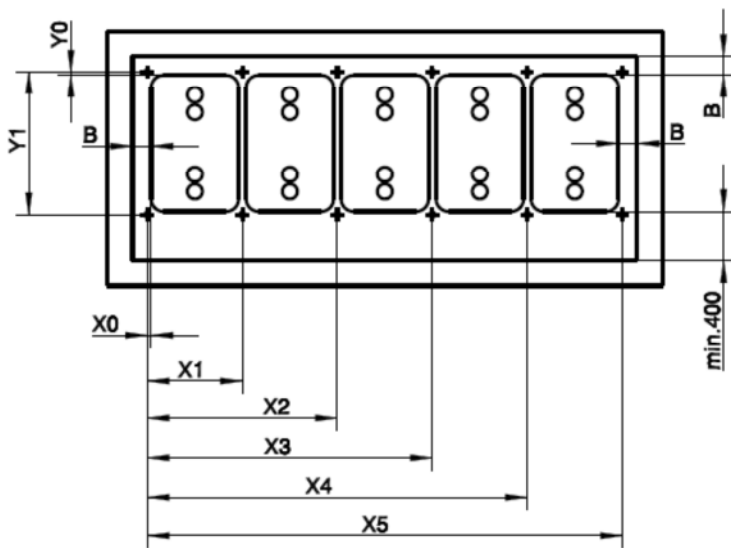

Abb. 2
- Anreißen des Bohrbildes für die Verankerungspunkte für die jeweilige Aufstellvariante entsprechend der Abb. 2 bis 4..